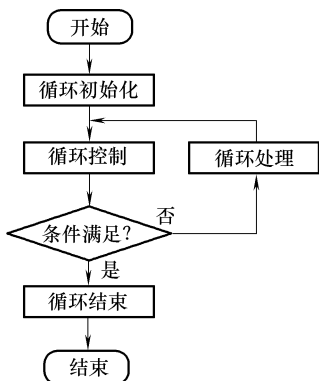

图 4-5 先循环处理后循环控制流程图
- ① 先循环处理后循环控制（即先处理后判断），其流程图如图 4-5 所示。